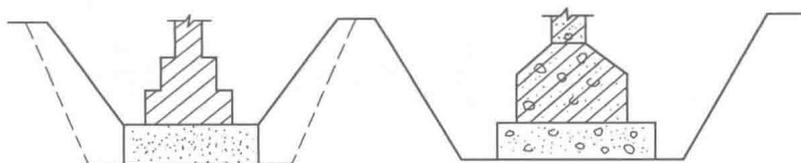

图 1-3 垫层示意图
(5) 整体楼地面 面层为整体浇筑、涂抹施工的楼地面，主要有水泥砂浆楼地面、水磨石楼地面、水泥豆石楼地面、菱苦土楼地面等。
(6) 找平层 在垫层或楼板面上进行抹平找坡的构造层。
(7) 垫层 在建筑地基上设置承重并传递上部荷载的构造层(图 1-3)。